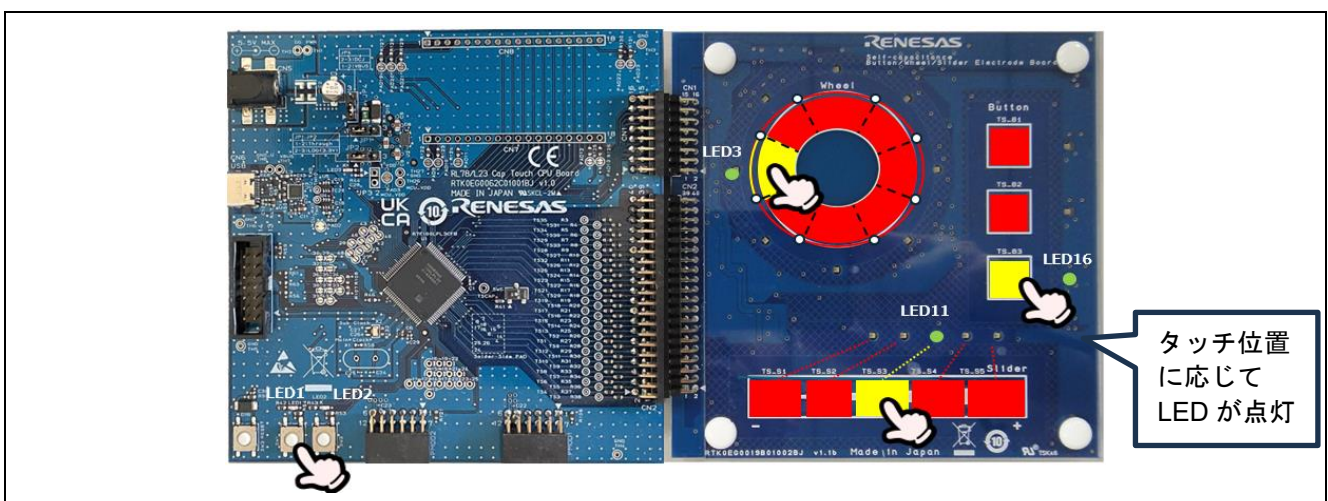

図 1-2 静電容量タッチボタン、スライダ、ホイールの動作と連動した LED の制御
2. 電極ボードの 3 つのボタン、ホイール、スライダを動作し、連動して LED を制御します。(図 1-2 参照) CPU ボードの押しボタンと連動した LED 制御をします。SW1 を押すと LED1 が点灯します。SW2 を押すと LED2 が点灯します。(図 1-2 参照)